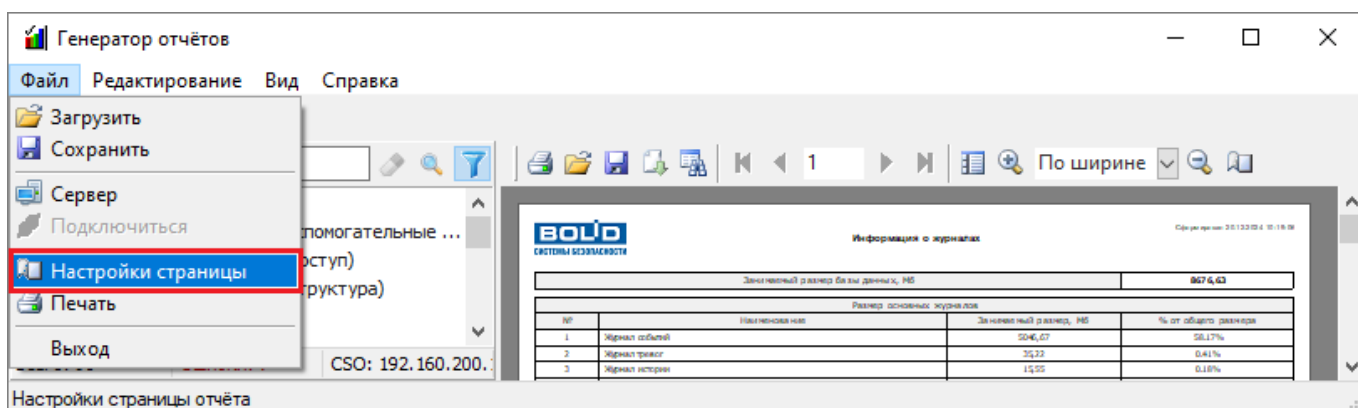

Рисунок 10-335 Вызов окна "Настройки страницы" через меню "Файл"
- выберите в меню «Файл» (см. п. 10.5.1.1) пункт « Настройки страницы» (см. Рисунок 10-335);